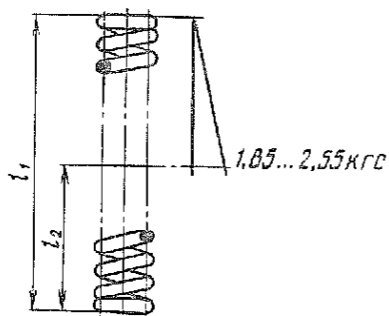

Рис. 104. Пружина редукционного клапана
2.6. Пружина редукционного клапана (рис. 104)